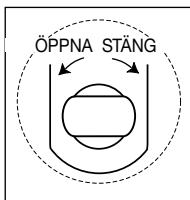

Fig. 3 - Release Valve
4. Med den rektangulära änden av pumphandtaget, vrid säkerhetsventilens spindel motsols för att öppna ventilen (vrid inte mer än två varv). Se fig. 3.